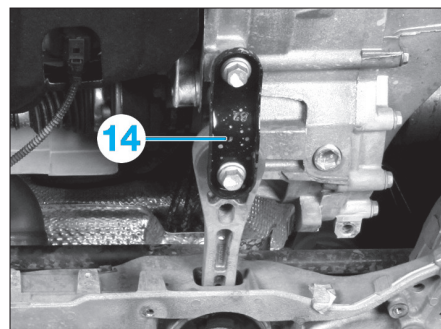

Fig. 7
- Déposer la biellette antibasculément (14) (Fig.7)